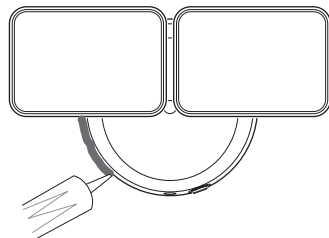

Figura 4
5. Calafatee alrededor de la placa de montaje y de la superficie de montaje con un sellador de silicona (vea la Figura 4).